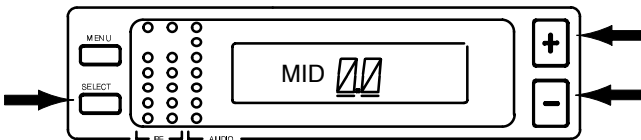

ABBILDUNG 27
- Die SELECT-Taste drücken, um den aktuellen Squelchpegel einzusehen (der werksseitig eingestellte Wert ist „0,0“) (Abbildung 27).